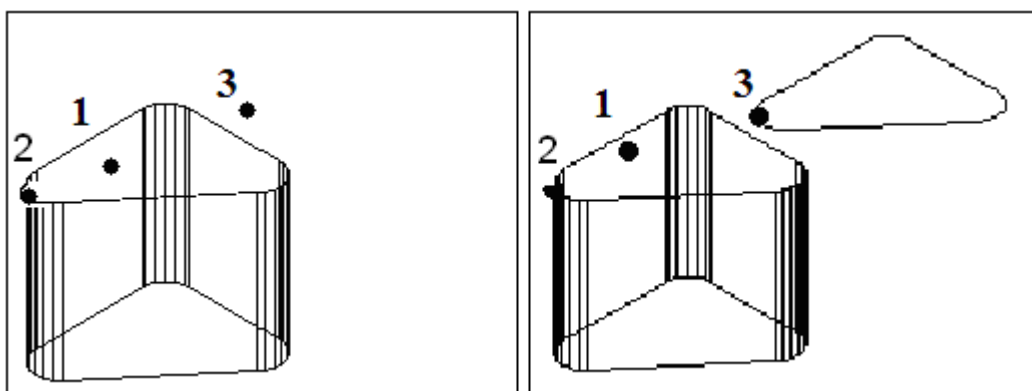

Рисунок 40 - К заданию 3.2.17
3.2.17 Создать трехмерный объект и скопировать верхнюю грань 1 на расстояние, указанное точками 2 и 3 (рисунок 40).